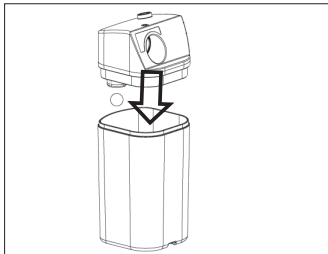

Bild 7.
- Drücken Sie ihn leicht mit beiden Händen bis zum Anschlag auf den Behälter (Seite 9, Bild 7).